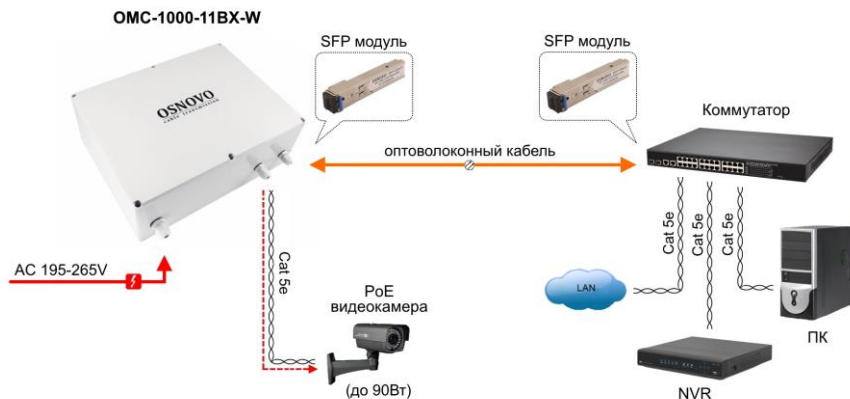

Рис.4 Типовая схема подключения медиаконвертера OMC-1000-11BX-W
- Для обеспечения функционирования встроенной грозозащиты необходимо надежно подключить заземление (2) Рис.4. Качественное заземление является обязательным условием подключения.